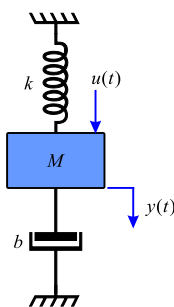

Figura 2-22
**Problema 34** Donat el sistema mecànic de la Figura 2-22 i definint les variables d'estat com: